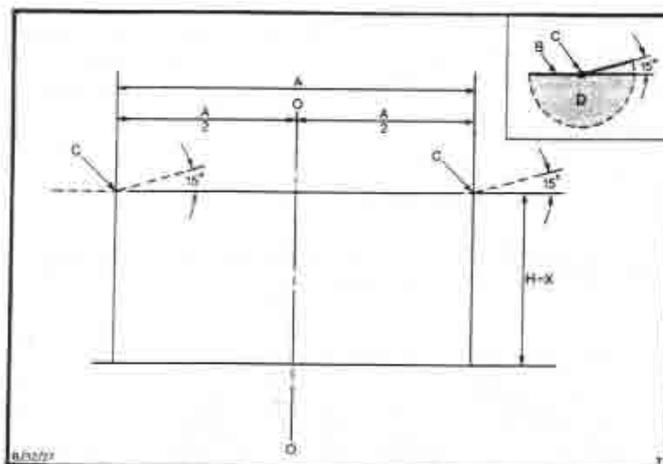

Fig. 5. Tablero de Orientación.
- f) Encienda las luces, tape uno de los faros, ajuste la orientación horizontal del faro, de modo que la intersección de la línea horizontal y la imagen de la luz en ángulo, "C" en la fig. 5, coincida con la línea vertical del tablero.
- g) Ajuste la orientación vertical de modo que el límite de luz y sombra de la imagen del haz luminoso "B" en la fig. 5 coincida con la línea punteada horizontal del tablero.